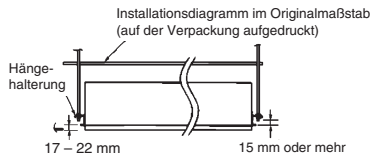
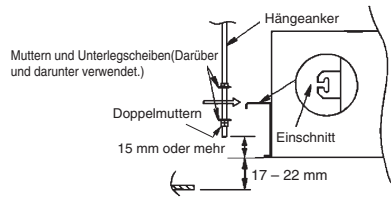

Abb. 3-6
Abb. 3-7
- (1) Die Maße der Deckenöffnung und die Positionen der Hängeanker müssen den Angaben in Abb. 3-1 entsprechen. Die Länge der Hängeanker muss so bemessen sein, dass ein Freiraum von mindestens 15 mm unter der Hängehalterung der Einheit verbleibt. Siehe Abb. 3-6.
- Die Länge der Hängeanker muss so bemessen sein, dass ein Freiraum von mindestens 15 mm unter den Halterungen verbleibt, wie in Abb. 3-7 gezeigt. Wenn die Hängeanker zu lang sind, können Sie die Montage der Deckenverkleidung und der Klappenmotorabdeckung stören oder unmöglich machen.
- (3) Die drei Sechskantmutter und die beiden Unterlegscheiben (im Fachhandel erhältlich) auf jeden der vier Hängeanker schrauben, wie in Abb. 3-7 gezeigt. Je eine Mutter und eine Unterlegscheibe für die obere Seite, und zwei Muttern und eine Unterlegscheibe für die untere Seite verwenden, damit die Einheit nicht von den Hängevorsprüngen abrutschen kann.
- (4) Die Inneneinheit sollte so mit den Hängeankern (Abb. 3-7) befestigt werden, dass der Abstand zwischen der Unterseite des Hängevorsprungs und der Unterfläche der Decke 17 bis 22 mm beträgt. (Abb. 3-6) Der Abstand zwischen der Inneneinheit und der Unterfläche der Decke wird nach Anbringen der Deckenverkleidung am Gerät eingestellt.